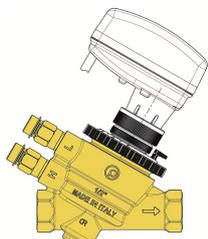

Fig. 1
- Le servomoteur électromécanique VA7483 doit être installé comme indiqué sur les figures 1 et 2. L'installation dans la position verticale inversée illustrée sur la figure 3 doit être évitée. Assurez-vous que la tige est complètement rétractée avant d'installer la vanne sur l'actionneur;